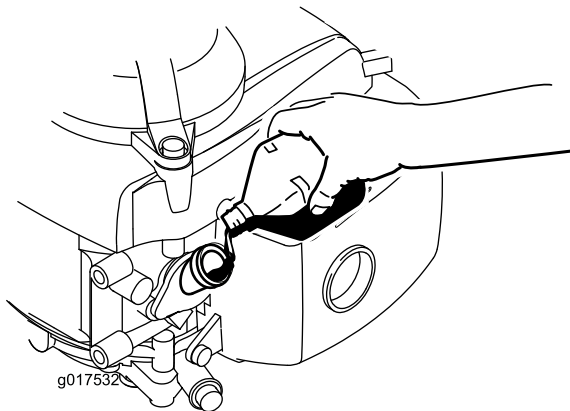

Bild 6
3. Gießen Sie **langsam** etwas Öl in das Füllloch, warten Sie drei Minuten und prüfen Sie den Ölstand am Ölpeilstab; wischen Sie den Peilstab ab und setzen Sie den Ölfülldeckel in das Loch, **schrauben Sie ihn nicht ein** (Bild 6).